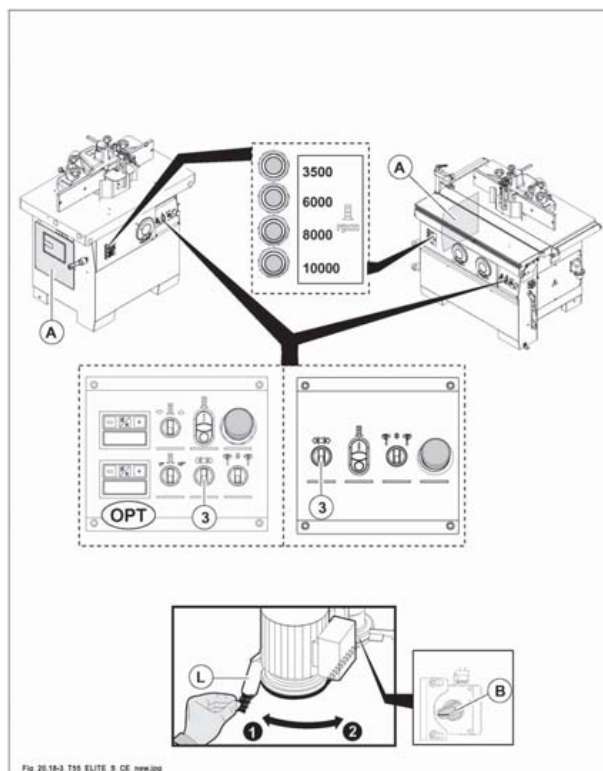

Fig. 20.18-3
- Ruotare il selettore (3 fig. 20.18.3) sul simbolo (); freno motore sbloccato lampada spia accesa.
- Aprire lo sportello (A fig. 20.18.3) (si aziona un finecorsa che mette la macchina in condizione di sicurezza).
- Tirare la leva (L fig. 20.18.3) in posizione 2 per detensionare le cinghie.
- La cinghia (C fig. 20.18.3), ora, è allentata e può essere sostituita.
- Inserire la cinghia nelle gole delle puleghe in base alla velocità desiderata agendo sul selettore (B fig. 20.18.3).
- Verificare con le mani il corretto inserimento della cinghia e spingere la leva (L fig. 20.18.3) in posizione 1 per tensionare le cinghie.
- Chiudere lo sportello (A fig. 20.18.3).
- Ruotare il selettore (3 fig. 20.18.3) sul simbolo (); freno motore bloccato lampada spia spenta.
con il selettore (3 fig. 20.18.3) ruotato su () la macchina è in condizione di sicurezza; freno motore sbloccato lampada spia accesa.